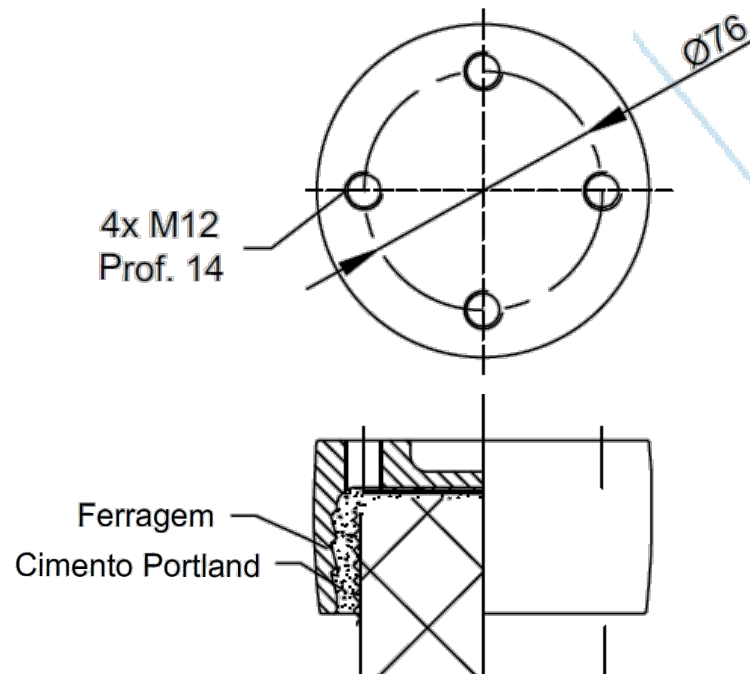
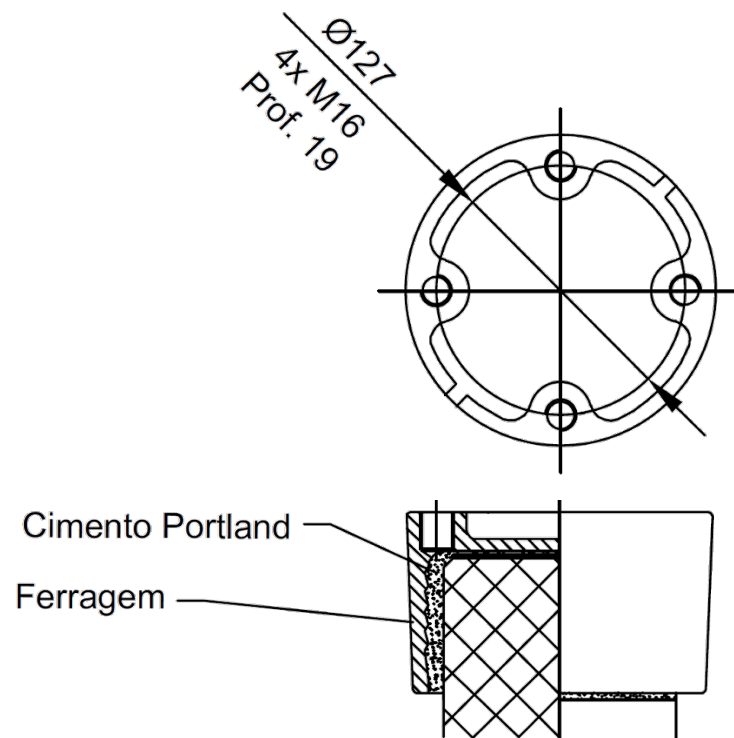
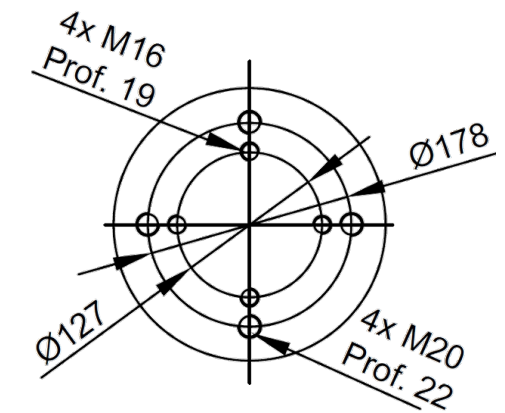

FIGURA 1
FIGURA 2
FIGURA 3
- Para isoladores até tensão nominal 36kV (NBI de 200kV), o tipo de ferragem de TOPO mais comum é a da figura 1, ou seja:
- Para isoladores de tensão 69kV (NBI de 350kV) existem duas opções de ferragens de TOPO, a da figura 1 e figura 2 (a mais utilizada), ou seja:
- Para isoladores de 138kV (NBI de 550 ou 650kV dependendo do caso), o tipo de ferragem de TOPO mais comum é a da figura 2, ou seja:
- Para isoladores de 230kV (NBI de 950 ou 1050kV dependendo do caso), o tipo de ferragem de TOPO mais comum é a da figura 2, ou seja:
- Para isoladores de 345kV (NBI de 1300kV), o tipo de ferragem de TOPO mais comum é a da figura 2, ou seja:
- Para isoladores de 500kV (NBI de 1550 a 1800 kV dependendo do caso), existem duas opções de ferragens de TOPO, as da figura 2 e figura 3 (a mais utilizada), ou seja:
- Para aisladores con tensión nominal hasta 36 kV (BIL = 200 kV), el tipo más común de herraje TOPO es de acuerdo con la figura 1, es decir:
- Para aisladores de 138 kV (BIL = 550 o 650 kV, según el caso), el tipo de herraje TOPO más común es de acuerdo con la figura 2, es decir:
- Para aisladores de 230 kV (BIL = 950 o 1050 kV, según el caso), el tipo de herraje TOPO más común es de acuerdo con la figura 2, es decir:
- Para aisladores de 345 kV (BIL = 1300 kV), el tipo de herraje TOPO más común es de acuerdo con la figura 2, es decir:
- Para aisladores de 500 kV (BIL = 1500 o 1800 kV, según el caso), el tipo de herraje TOPO más común es de acuerdo con la figura 2 y 3 (la más utilizada), es decir: